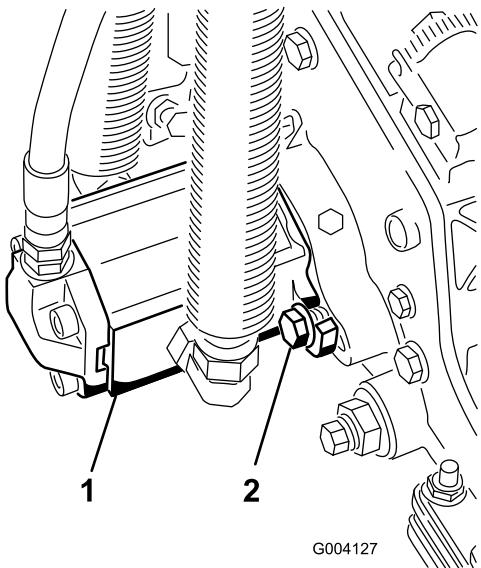

## Bild 14
8. Befestigen Sie die Hubarmkette mit dem Einraststift an der Kettenhalterung des Mähwerks (Bild 14).